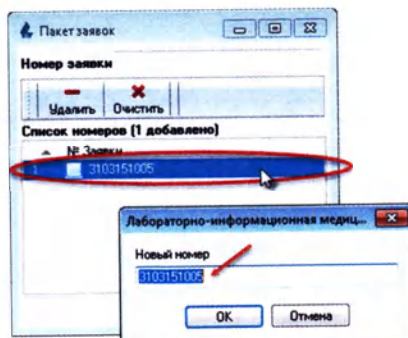

Рисунок 2.92
5.2. Для редактирования добавленного номера, щелкните по нему 2 раза левой кнопкой мыши, в открывшемся окне исправьте значение номера и нажмите кнопку **«ОК»** (Рисунок 2.92):